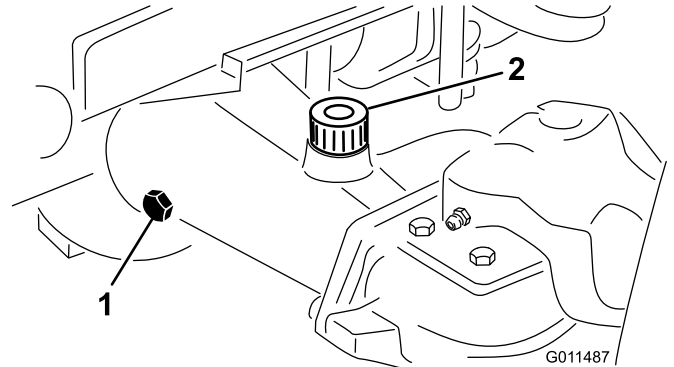

図 13
2. アクスルの一方の端部から点検用プラグ 図 13 を抜き、穴の高さまで潤滑油があることを確認する。量が不足の場合は、給油プラグ 図 13 をはずして補給する。